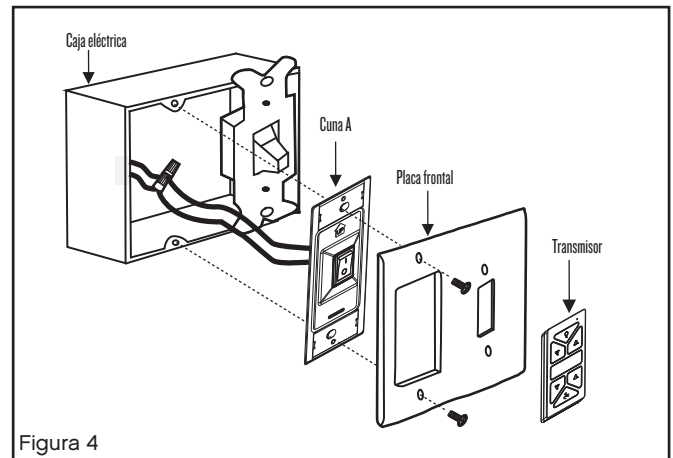

Figura 4
- 2 Conecte los cables conductores negros del interruptor en la base A a los cables negros en la caja del interruptor. Cable de entrada activo a uno de los cables del interruptor de la base. El cable de alimentación del ventilador está conectado al cable restante del interruptor. (Figura 4)
Un flujo de aire HACIA ARRIBA mueve el aire más caliente fuera del área del techo como se muestra en la Figura 4. Esto te permite configurar la unidad de calefacción a una temperatura más baja sin afectar tu comodidad.